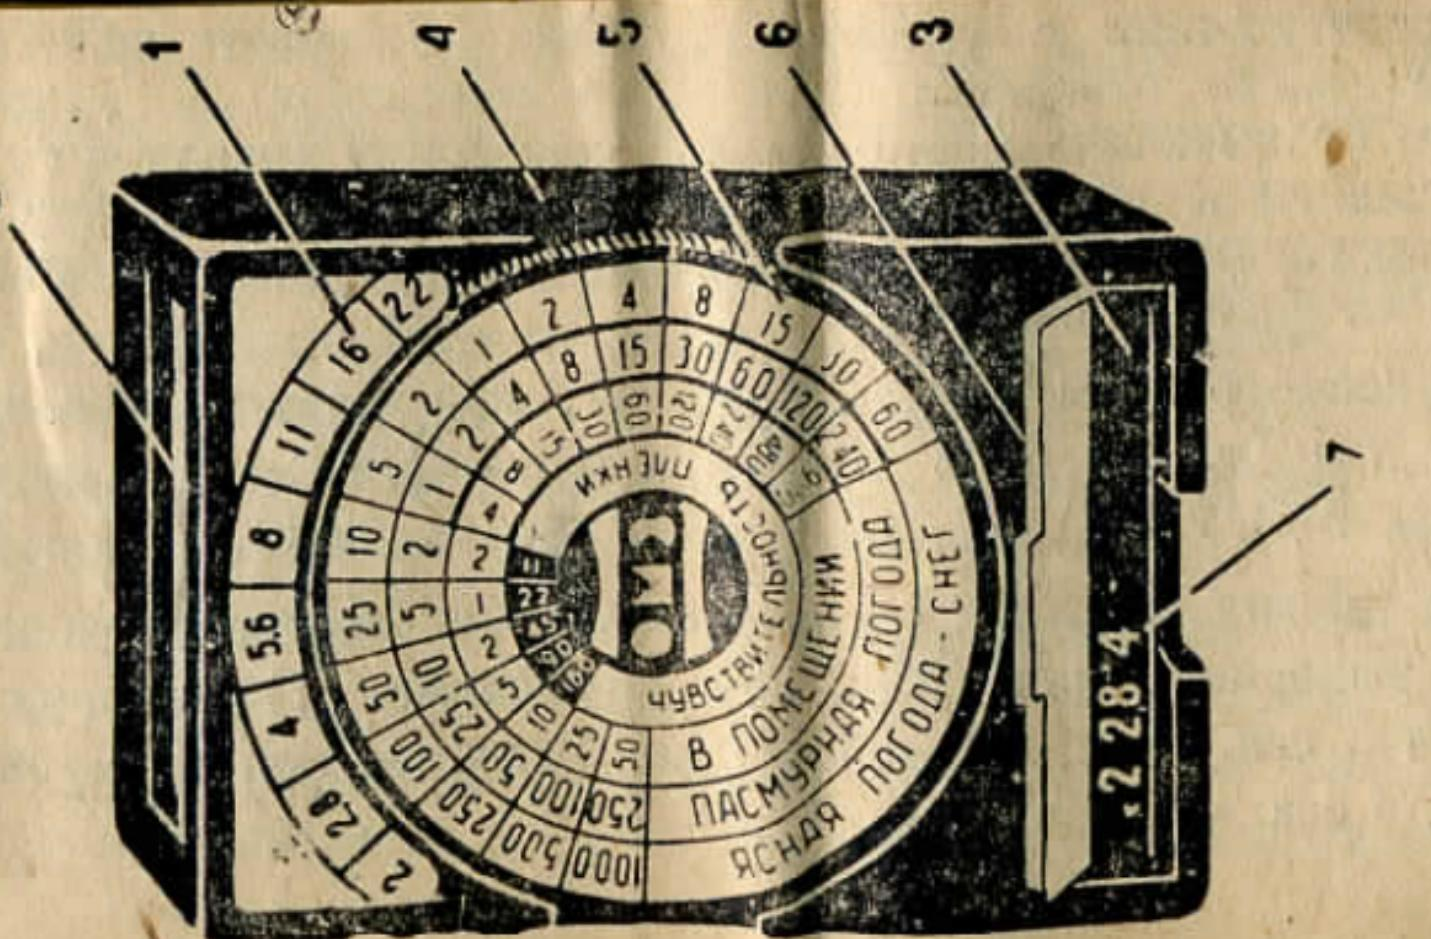

Рис. 1.
Экспонометр представляет собой пластмассовый корпус (4, рис. 1), одна из узких сторон которого имеет окно закры-
Допустим, что такой цифрой будет цифра «4» (7, рис. 1), тогда диск со шкалой выдержек (5) поворачивают до совмещения с цифрой «4» того сектора диска, который заключает в себе светочувствительность применяемой фотопленки (ниж-
В рассмотренном случае (рис. 1), при съемке в ясную погоду при диафрагме 4 выдержка будет $1/50$ сек., при диафрагме 1— $1/5$ сек., при диафрагме 2,8— $1/100$ сек. и т. д.